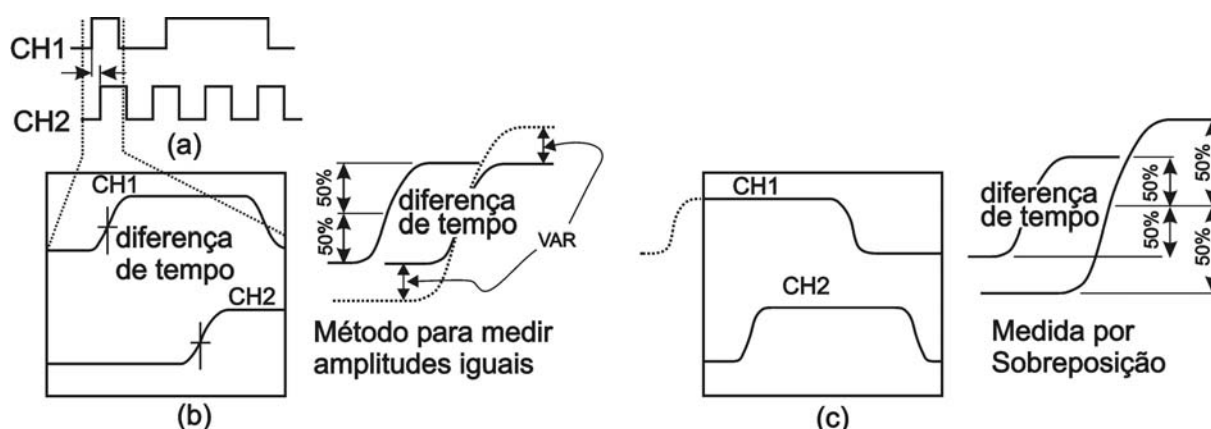

Fig. 6-5
Ajuste o sinal que é a referência para os dois sinais a serem observados, como sendo o sinal de *trigger*. (Consulte a Fig. 6-5).
- 1) Se os sinais forem como os da Fig. 6-5 (a), a Fig. 6-5 (b) será apresentada quando a fonte de sinal de *trigger* for ajustada para CH 1.
2) A Fig. 6-5 (c) será apresentada quando a fonte do sinal de *trigger* for ajustada para CH 2.